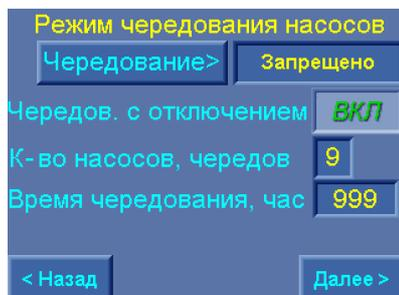

Рис. 9.27. Меню Режим чередования насосов
Функция чередования насосов программируется от экрана меню Режим чередования насосов (рис. 9.27).
3) Определить порядок чередования насосов. При выборе способа чередования «По наработке» на экране меню (рис.9.27) появляется строка «**Чередование с отключением**». При нажатии клавиши **ВКЛ / ВЫКЛ** задается порядок чередования: **С отключением насосов / Без отключения насосов**.